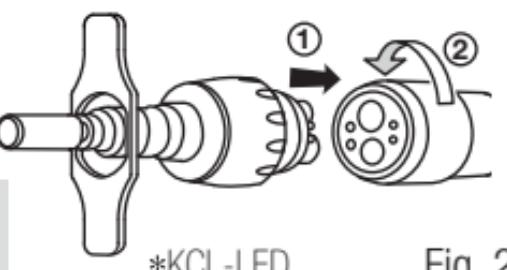

Fig. 2
- \*Un strappo di installazione(KCL-LED) (Fig.2)